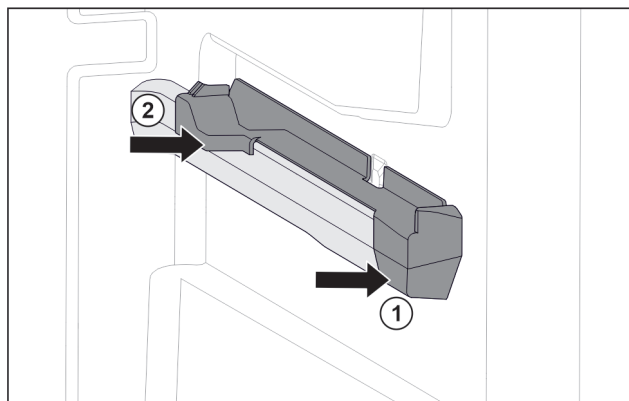

Fig. 42 Element nasadzany na prawym żebrze pojemnika
- Umieścić element nasadzany z przodu na żebrze pojemnika. Fig. 42 (1)
- Docisnąć element nasadzany z tyłu. Fig. 42 (2)